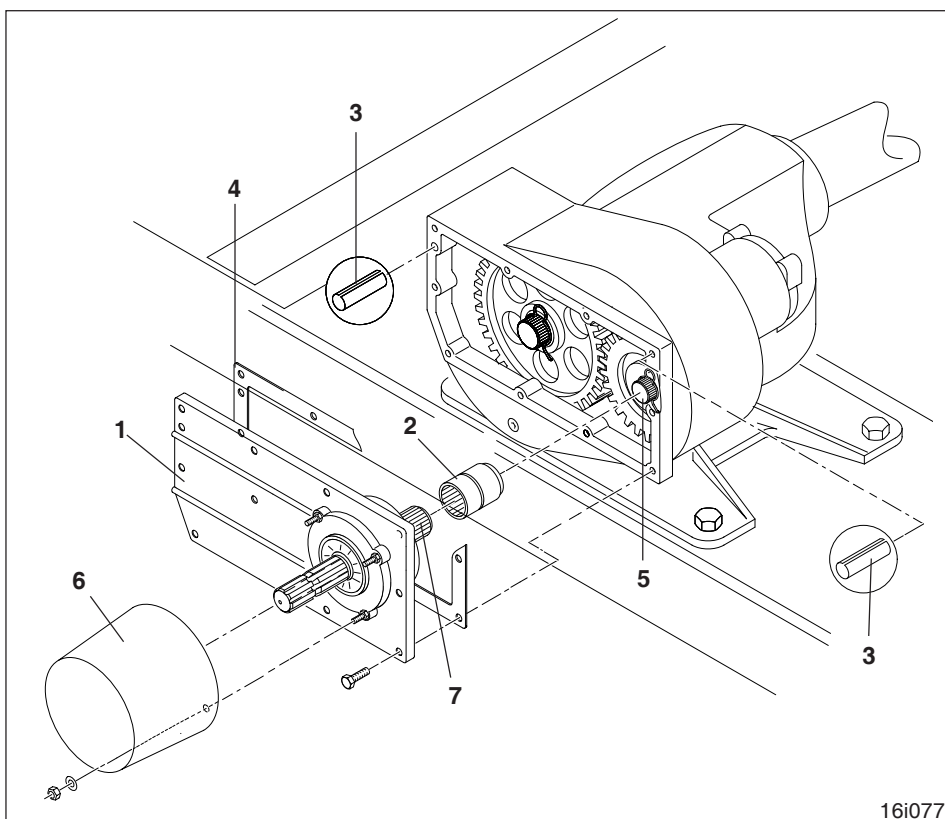

Fig. 9.10
Zum Antreiben einer zapfwellengetriebenen Sämaschine mit dem Wechselradhauptgetriebe ist es erforderlich, den Zapfwellendurchtrieb (Fig. 9.10) nach Kap. 9.4.5 nachzurüsten.
Zur Montage von Zapfwellendurchtrieb und Winkelabtrieb ist der Austausch des Getriebedeckels (Fig. 9.10/1) erforderlich. Die Arbeitsgänge sind in jedem Fall identisch und werden im folgenden anhand der Montage des Zapfwellendurchtriebes erklärt.
- Verbindungshohlbuchse (Fig.9.10/2) mit innen montiertem Sicherungsring auf
die Durchtriebswelle (Fig. 9.10/7) stecken.
- Getriebedeckel (Fig. 9.10/1) mit zwei Zylinderstiften (Fig. 9.10/3) zentrieren und mit einer neuen Dichtung (Fig. 9.10/4) am Getriebe anschrauben. Dabei ist die Verbindungshohlbuchse (Fig. 9.10/2) auf die Antriebswelle (Fig. 9.10/5) aufzuschieben.
- Schutztopf (Fig. 9.10/6) am Getriebedeckel anschrauben.